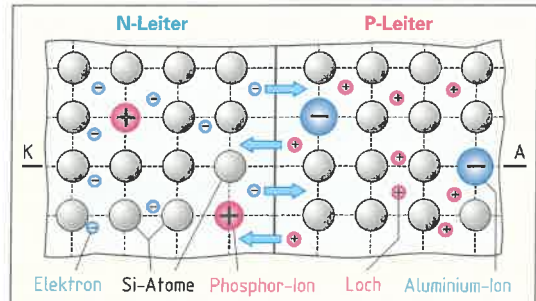

Bild 2: PN-Übergang
1. Beim Zusammenfügen von P- und N-Leiter treten Ladungsträger aus der einen Halbleiterschicht in die andere Halbleiterschicht ein (Bild 2). Erklären Sie die Auswirkung beim Übertreten der Ladungsträger und das Entstehen der Sperrschicht.